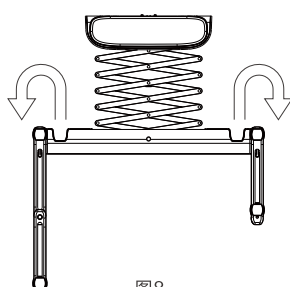

图8
3. 如图8, 当需要晾被子时, 可将翻转式被杆从衣杆支撑板上取下。